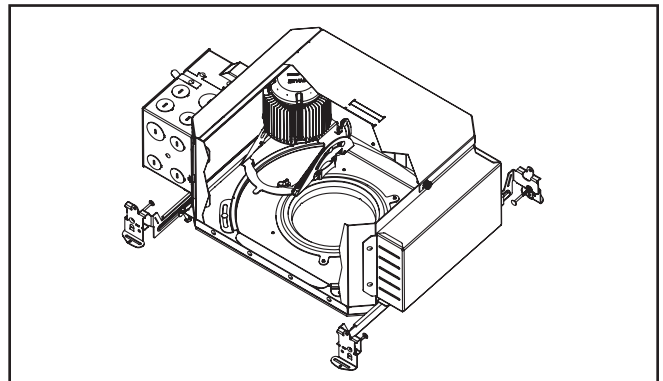

Figura 24.
6. Coloque el mecanismo de LED aparte (Figura 24.) o extráigalo del alojamiento, si fuera necesario. Para poder pasarlo a través del cuello del alojamiento, el mecanismo debe ajustarse a la posición de inclinación de 45 grados.